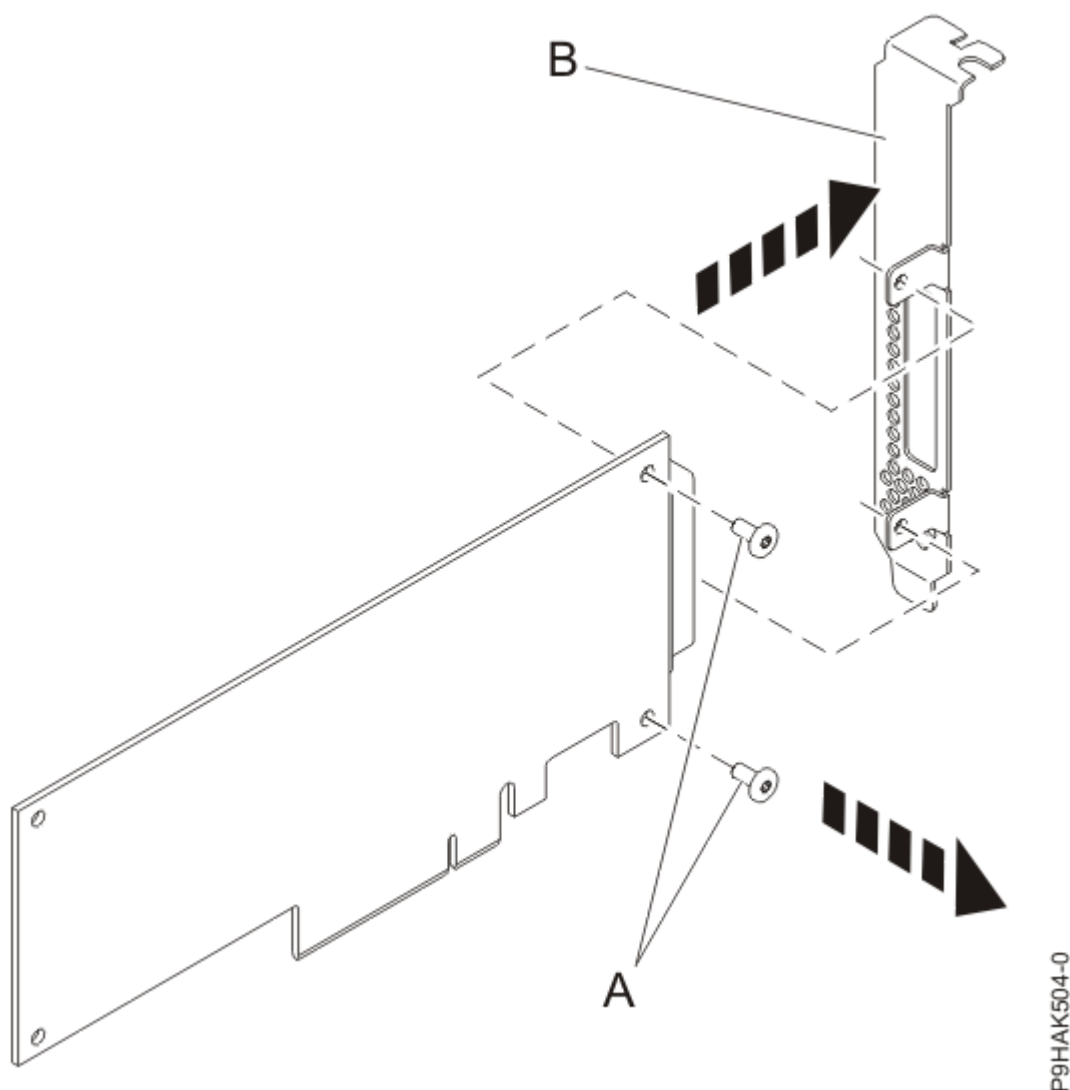

Figura 47. Extracció de la contrapunta de perfil alt d'un adaptador nou
8. Fent servir un tornavís Phillips, traieu els dos cargols de subjecció **(A)** que subjecten la contrapunta de perfil alt **(B)** a l'adaptador nou, com es mostra a la Figura 47 a la pàgina 72.